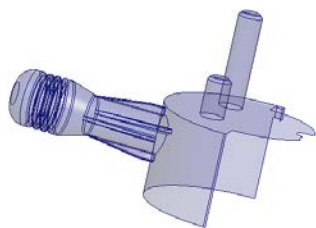

图 10.11 加亮的曲面
② 依次选取所有的边界面（全部加亮）后，松开 **Shift** 键，完成“边界面”的选取。操作完成后，整个模型上表面均被加亮，如图 10.11 所示。